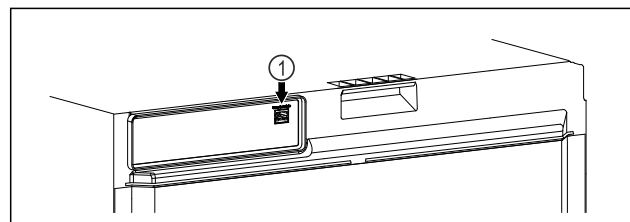

Fig. 100
- ☐ SmartModule Fig. 100 (1) je nasadený.